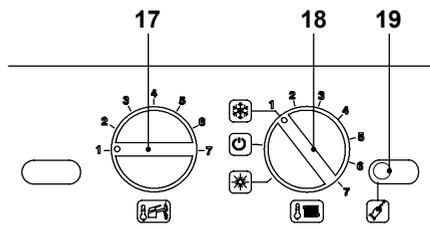
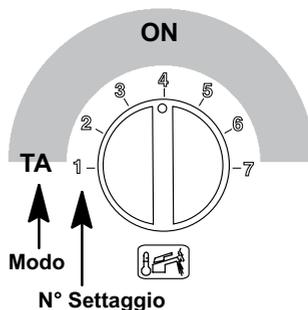

Figura 5.53
Figura 5.58
- Prima di alimentare elettricamente la caldaia posizionare la manopola 18 come indicato in Figura 5.53.
- Per settare il funzionamento modo pompa, bisogna entrare in programmazione premendo per 15 secondi il pulsante di ripristino 19, in Figura 5.53 fino alla comparsa del parametro **P01** sul display LCD; sul display LCD compare la seguente visualizzazione (la sequenza **P01** si alterna --- --).
- Premere il pulsante di ripristino 19 in Figura 5.53 per lo scorrimento dei vari parametri sino al raggiungimento del parametro **P13** valido per il settaggio modo pompa; sul display LCD compare la seguente visualizzazione (la sequenza **P13** si alterna **01**).
- Per cambiare il settaggio ruotare la manopola regolazione temperatura sanitari 17 Figura 5.53 - Figura 5.58 posizionandola nel modo pompa prescelto (nella Figura 5.58 esempio di manopola settata per Modo pompa **ON**); nell'LCD la sequenza **P13** si alterna con **04**.